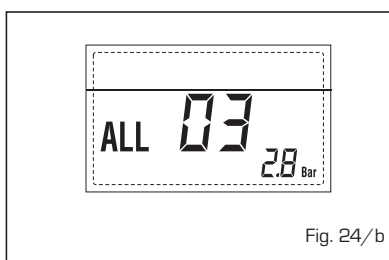

Fig. 24/b
**- ANOMALIA SONDA SANITARIO "ALL 04"** (fig. 24/c)